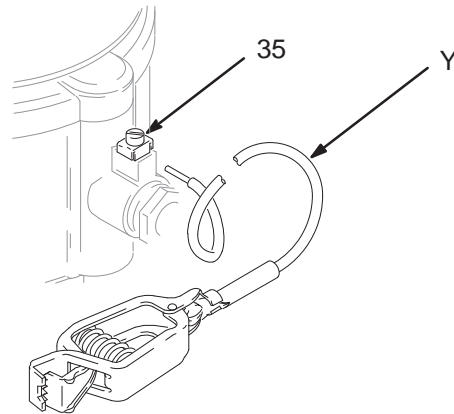

Fig. 1
- Pomp: Bevestig een aardingsdraad (Y) aan de aardingschroef van de pomp (35) en bevestig met de schroef zoals getoond in afbeelding 1. Sluit het klemuiteinde van de aardingsdraad aan op een echt aardingspunt. Bestel onderdeel 238909, aardingsdraad met aardklem.